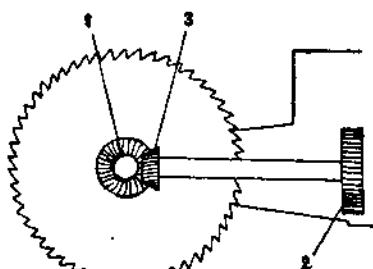

Рис. 29. Передача.
передаточного вала наглухо надета цилиндрическая шестерня (2), служащая для передачи вращательного движения от якоря к валу, с другой стороны—коническая шестерня (3), передающая вращательное движение рабочей части (пильному валу) (рис. 29).